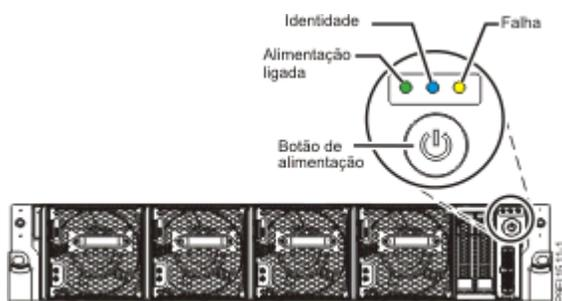

Figura 60. Botão de alimentação
- O LED de alimentação ligada tal como apresentado na Figura 60 na página 99, está intermitente. Uma luz intermitente indica que a alimentação da unidade está em espera.
3. Prima o botão de alimentação que é apresentado na Figura 60 na página 99.